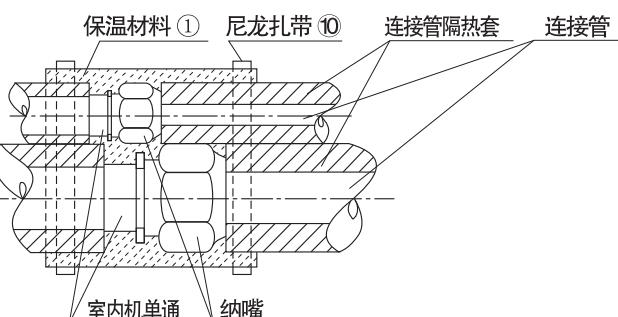

图9
- 4 管道安装后用附件①保温材料包住所有扩口管连接部分，如图9。